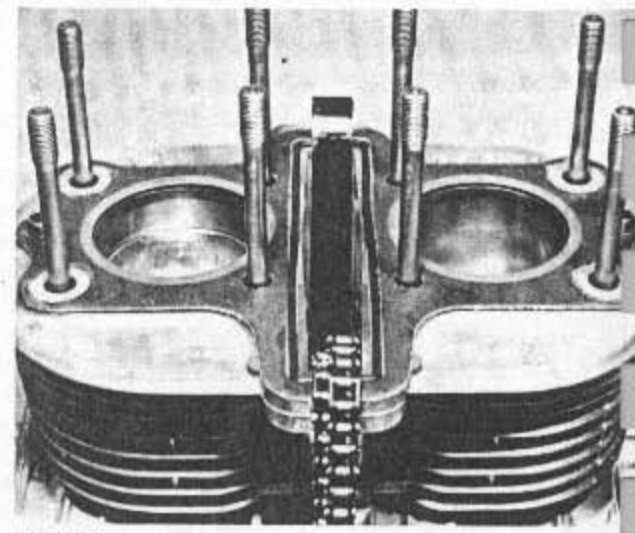

Bild 146
- Eine neue Zylinderkopfdichtung wird über die Stehbolzen auf die Dichtfläche geschoben. Die Dichtung ist mit «TOP» (= oben) gekennzeichnet und ist dementsprechend anzubringen. Zur Abdichtung des Kettenschachtes ist ein neuer Rechteckdichtring aufzuziehen (Bild 146).